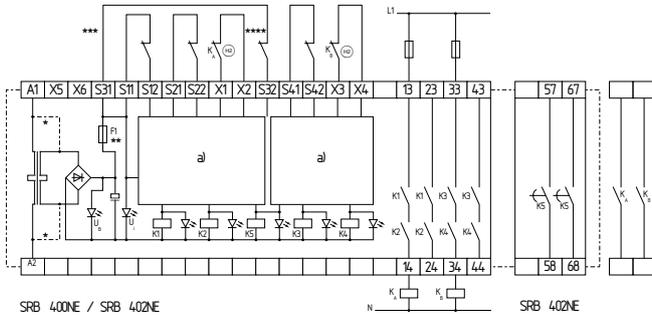

Abb. 4
**Zweikanalige Ansteuerung, dargestellt am Beispiel einer Schaltung mit Endschaltern (siehe Abb. 4)**